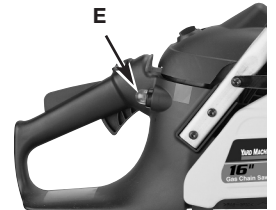

Fig. 6
6. Appuyez 10 fois sur la poire de l'amorceur (E). (Fig. 6)